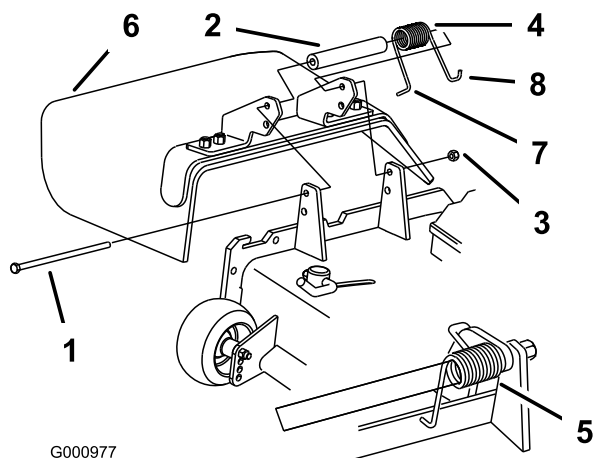

Figure 89
1. Retirez le contre-écrou, le boulon, le ressort et l'entretoise qui fixent le déflecteur aux supports de pivot (Figure 89). Enlevez le déflecteur s'il est endommagé ou usé.
Remarque: Prenez soin de placer l'extrémité en L du ressort derrière le bord du plateau avant de mettre le boulon en place, comme indiqué à la Figure 89.
3. Remettez le boulon et l'écrou en place. Accrochez l'extrémité en J du ressort au déflecteur d'herbe (Figure 89).